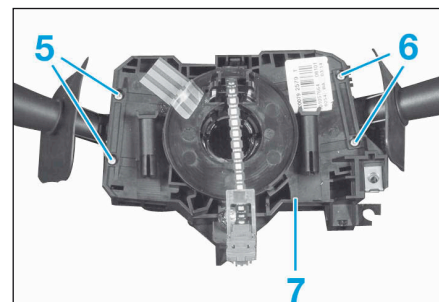

FIG.5
- Déposer les vis (5) de commande d'éclairage et les vis (6) de commande d'essuyage (Fig.5).
- Désolidariser les commandes d'éclairage et d'essuyage du contacteur tournant (7).